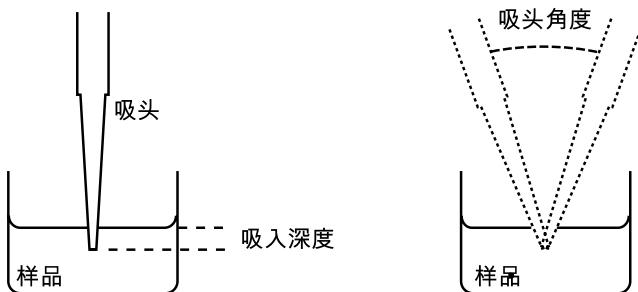

图 6：吸头浸入深度与吸头角度
吸头角度同样重要，应始终在与垂直角度小于 20° 的范围内使用移液器。请见下方图 6。
4. 浸入深度一致。请见图 6。